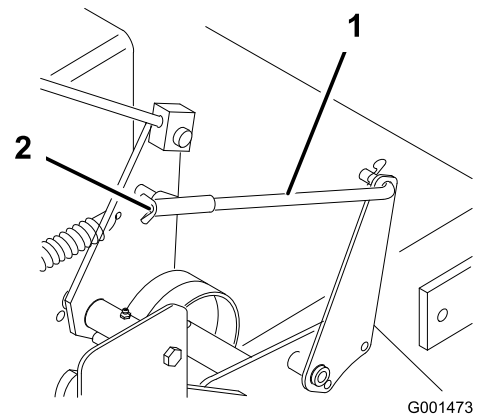

Figura 37
5. Para ajustar el freno, gire las tuercas de orejeta de las varillas de freno (Figura 37). Gire las tuercas de orejeta en el sentido de las agujas del reloj para